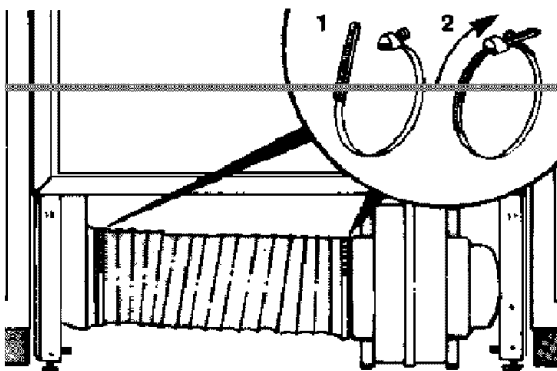

Figure 19
- Utiliser l'un des colliers de serrage fournis. À l'aide d'un tournevis, serrer le collier de serrage afin de fixer le conduit flexible sur l'admission d'air du ventilateur. (Voir la figure 19.)